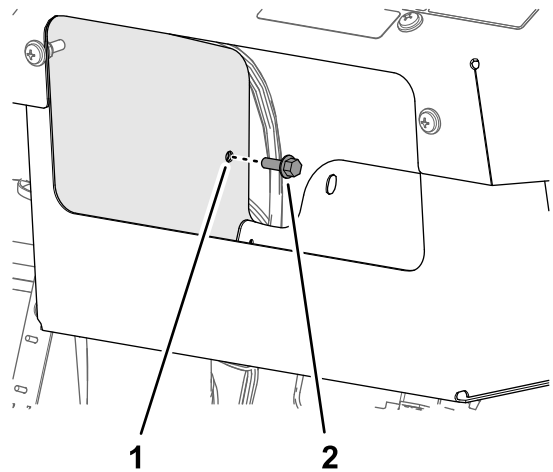

Bild 20
3. Stecken Sie eine Bundkopfschraube ($\frac{1}{4}$ " x $\frac{3}{4}$ ") von der Innenseite des Ablagefachs durch das Loch in der Innenwand des Fachs (Bild 20).